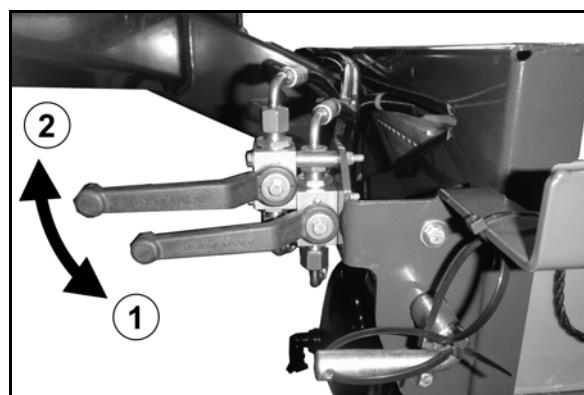

Рис. 25
- Откройте запорные краны на гидравлическом блоке (Рис. 25/1).
- Закройте запорные краны (Рис. 25/2):